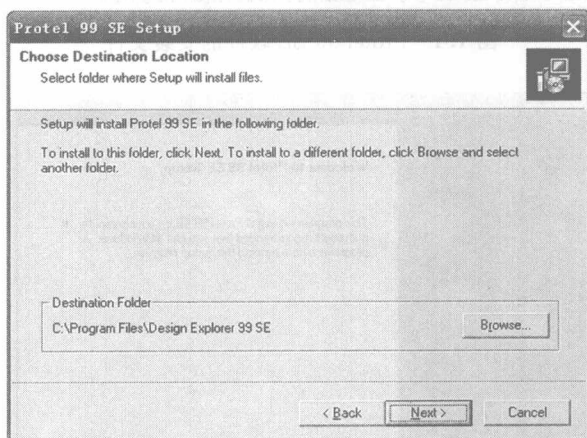

图 1.4 选择软件安装目的文件夹对话框
(3) 在用户信息对话框中输入正确的用户信息后,单击 Next 按钮,弹出如图 1.4 所示的选择软件安装目的文件夹对话框。如果要改变软件安装的目的文件夹,可以单击 Browse 按钮,在弹出的改变软件安装路径对话框中进行修改,如图 1.5 所示。输入正确的安装路径后单击“确定”按钮返回图 1.4 所示的对话框。
(4) 单击图 1.4 所示对话框中的 Next 按钮,弹出如图 1.6 所示的选择安装方式对话框,供用户两种选择:典型(Typical)安装方式或自定义(Custom)安装方式。典型安装方式将只安装软件最常用的软件选项,建议大多数用户选择这种安装方式;自定义安装方式可以由用户选择需要安装的软件选项,只建议高级用户采用这种安装方式。